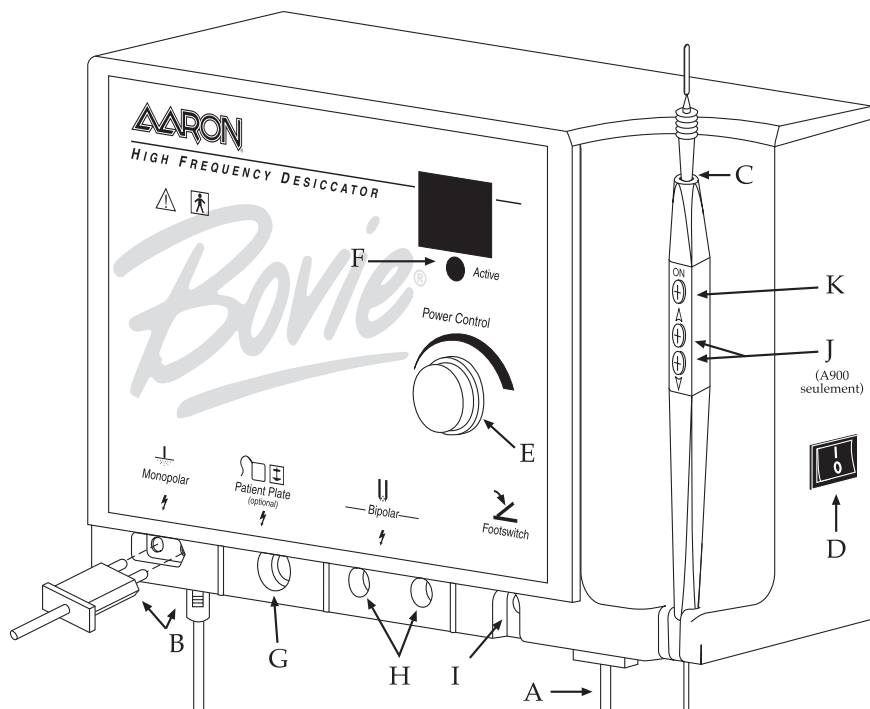

Figure 2
2. Insérer l'extrémité femelle du cordon d'alimentation à la base de l'appareil (voir figure 2, lettre A).
4. Brancher la pièce à main dans la sortie monopolaire en bas à gauche, à l'avant de l'appareil (voir figure 2, lettre B). La fiche ne peut être engagée que dans une seule position. Insérer le connecteur plus petit et arrondi de la pièce à main (A900 seulement) dans la prise située au dessous de l'appareil (voir figure 2, lettre B). La pièce à main à trois boutons est conçue pour donner au médecin une maîtrise complète, du bout des doigts, des paramètres de puissance de sortie.
5. Engager l'électrode standard dans la pièce à main jusqu'à ce qu'elle soit fermement en place (voir figure 2, lettre C). La pièce à main est compatible avec la plupart des électrodes 3/32".
7. Mettre l'appareil sous tension en utilisant l'interrupteur situé sur le panneau latéral droit de l'appareil (voir figure 2, lettre D).
8. Régler la puissance de sortie à l'aide du bouton de commande placé à l'avant de l'appareil (voir figure 2, lettre E) ou, sur l'unité Aaron 900 seulement, à l'aide des boutons haut et bas situés sur la pièce à main (voir figure 2, lettre J). Lorsqu'un ajustement de la puissance de sortie est réalisée à l'aide de la pièce à main, un signal audible est émis pour indiquer que le niveau de puissance a été modifié. Le fait d'appuyer sur les boutons plus ou moins et de les maintenir enfoncés entraîne une variation plus rapide des paramètres de puissance pour un ajustement rapide des paramètres de sortie. La puissance de sortie s'affiche par incréments de 0,1 W en dessous de 10 W et en nombres entiers entre 10 et 30 W.
9. Pour activer l'appareil, retirer la pièce à main du support. Placer la pièce à main dans la position désirée et enfoncer le bouton d'activation (voir figure 2, lettre K). Lorsque l'unité est activée, un signal audible est émis et la lumière bleue d'activation s'illumine (voir figure 2, lettre F).
10. Pour utiliser la plaque optionnelle de mise à la terre munie de son cordon (A802EU), insérer la fiche du cordon dans la sortie de la plaque de mise à la terre (voir figure 2, lettre G) et relier l'autre extrémité à la plaque de mise à la terre. Disposer la plaque sous le patient de façon à ce que la plaque entière soit recouverte par la peau nue. Ne pas employer de gels ou de crèmes sur la plaque.
11. Pour utiliser le cordon bipolaire en option (A827EU), insérer les fiches dans les sorties bipolaires (voir figure 2, lettre H). Le cordon est ensuite branché dans la pince. Une grille coulissante disposée sous les sorties monopolaire et bipolaire empêche l'utilisateur de les utiliser simultanément.
12. La pédale optionnelle est branchée dans la sortie pédale et disposée par terre (voir figure 2, lettre I). La pédale peut être utilisée pour des procédures monopolaires et doit être utilisée pour des procédures bipolaires.